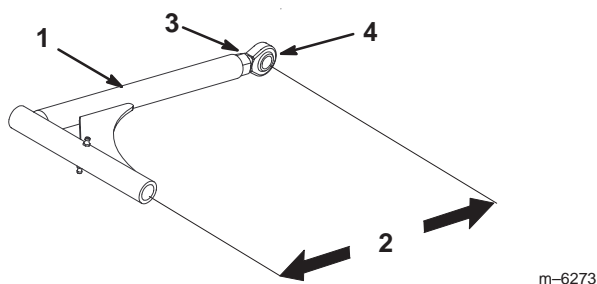

Figure 56
1. Pour régler les bras de poussée, desserrez l'écrou de blocage et tournez la rotule dans le sens anti-horaire, un tour à la fois (Fig. 56).
2. Réglez chaque côté de la même façon. La longueur nominale de chaque bras de poussée doit être de 389 mm (Fig. 56).